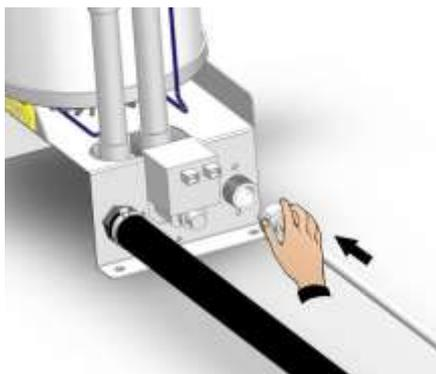

Fig. 21
4. Collegare la linea di carico dell'acqua all'attacco  $\frac{3}{4}$  GAS dell'elettrovalvola (fig. 21 e 22).